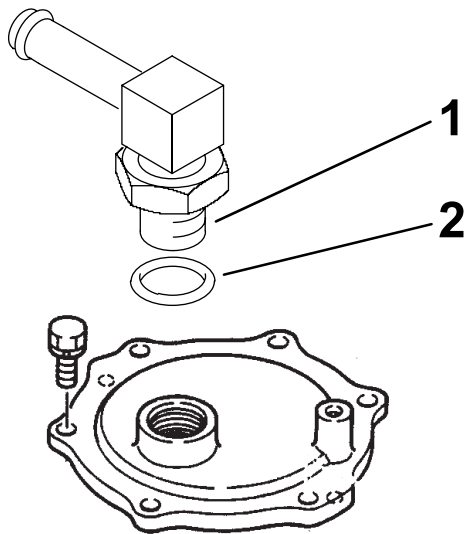

図 17
3. 図 17に示すように、小さいOリングをフィッティングに取り付ける。